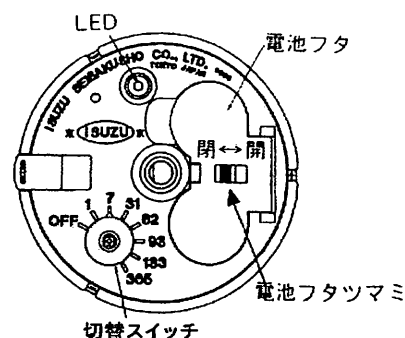

図11-1 記録日数の選択
10. 乾電池のセット (図11-1)
11. 記録日数の選択 (図11-1)